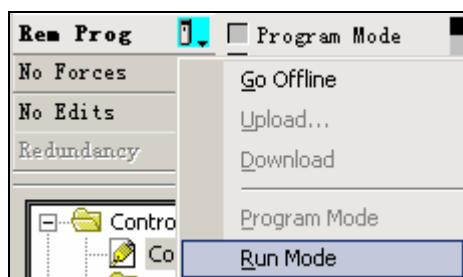

图 4-35 设为运行模式
33. 将处理器设置为 RUN (运行) 模式。可通过手动调节处理器上的钥匙位置。也可通过 RSLogix5000 软件 (此前钥匙位于 Remote) 设置, 如图 4-35 所示。